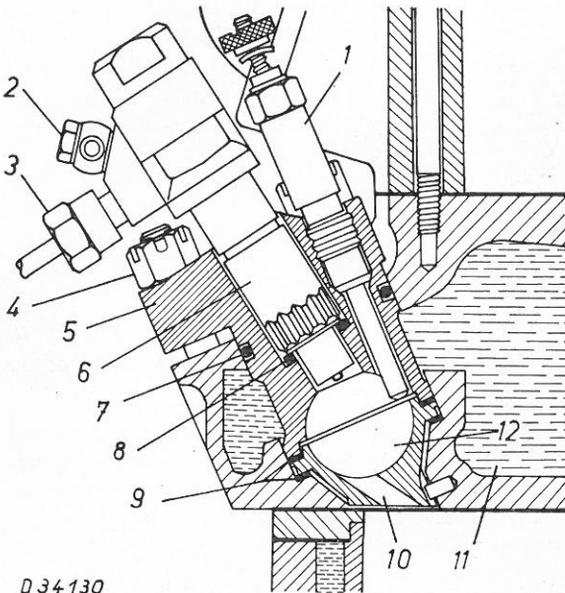

fig. 200
Le mauvais fonctionnement d'un injecteur s'indique par une combustion incomplète (formation de fumée) et par une diminution de la puissance. Si une purge du système d'alimentation (voir chapitre 8) ne supprime pas les ennuis, mettez le moteur en marche et en le laissant tourner **à régime lent**. Débloquez l'écrou du tuyau (3, fig. 200) d'un des injecteurs, écoutez le régime, resserrer ensuite l'écrou; répéter la vérifi-
Arrêter le moteur; défaire les raccords du tuyau de retour et du tuyau d'injecteur 2 et 3 (fig. 200) de l'injecteur en question puis dévisser les deux écrous de fixation du porte-injecteur. **Ne jamais dévisser** les écrous crénelés (4, fig. 200) pour que l'eau ne puisse pas pénétrer dans la chambre de combustion. Enlever le porte-injecteur et le rattacher à la tuyauterie d'injection (faire le raccordement à l'air libre). Démontez les raccords des tuyauteries sur les autres injecteurs pour empêcher que le moteur ne soit noyé. Faire tourner le démarreur. Ecartez la figure
Si le siège d'un injecteur est bon, mais celui d'un porte-injecteur (6, fig. 200) n'est pas étanche il faut remplacer le joint cuivre (8) dans la partie supérieure de la chambre à turbulence (5). Resserer les écrous du porte-injecteur alternativement et uniformément pour éviter de monter le porte-injecteur de biais.
Avant de desserrer les écrous crénelés, **vidanger l'eau de refroidissement** (4, fig. 200). **Ne pas changer** les réglages de la pompe à injection ou du régulateur!